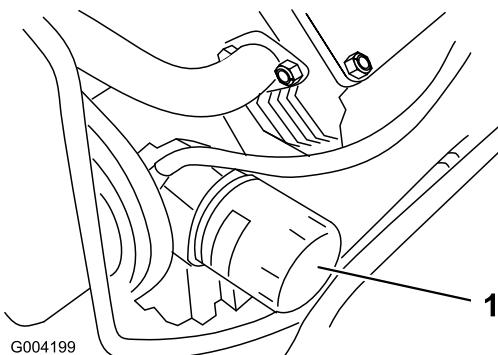

Figure 32
- Enlevez le filtre à huile usagé (Figure 32) et essuyez la surface du joint de l'adaptateur.